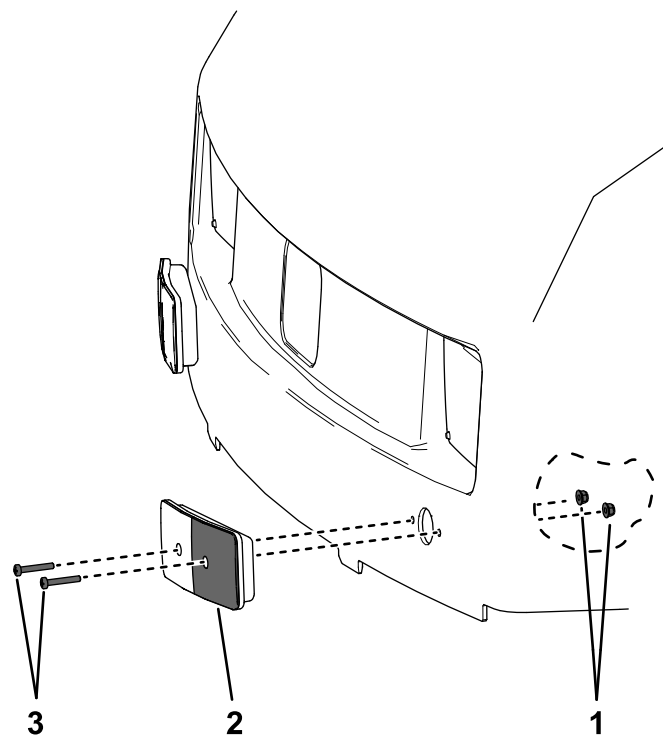

図 21
1. 方向指示器ライトをフードに固定しているプラスヘッドボルト 4 本とナットを外す 図 21。